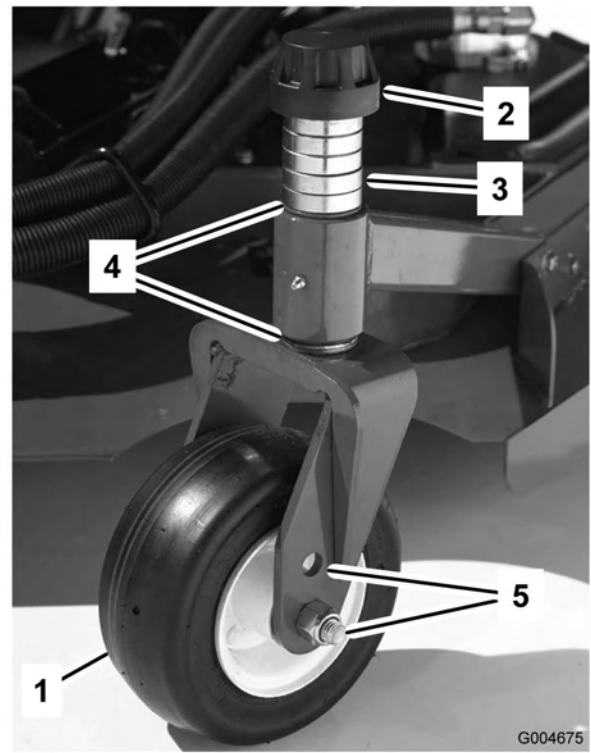
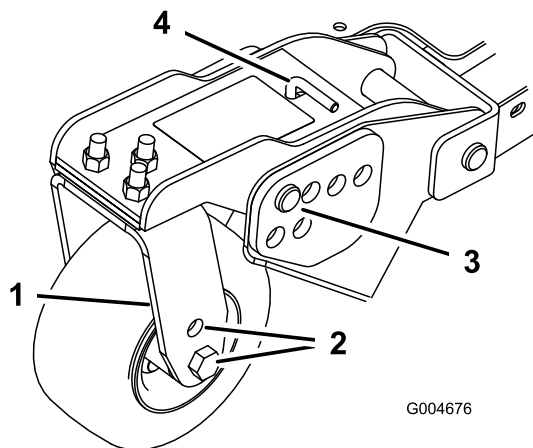
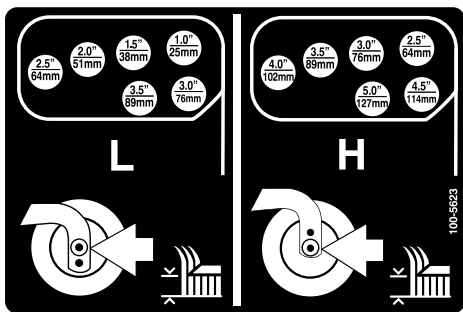

Bild 18
Bild 20
Bild 21
1. Stecken Sie die Laufradachsen in allen Gabeln in die gleichen Löcher (Bild 18 und Bild 20). Siehe die nachstehende Tabelle, um das richtige Loch für die jeweilige Einstellung festzustellen.
2. Entfernen Sie die Spannkappe von der Spindelwelle (Bild 18) und ziehen die Spindel aus dem Laufradarm heraus. Ziehen Sie zwei Beilagscheiben (3 mm) so auf die Spindelwelle, wie sie ursprünglich montiert waren. Diese Beilagscheiben sind erforderlich, um alle Mähwerke über die Breite auf ein Niveau zu bringen. Ziehen Sie die erforderliche Anzahl von 13 mm Distanzstücken (siehe die nachstehende Tabelle) auf die Spindelwelle, um die gewünschte Schnitthöhe herbeizuführen; ziehen Sie dann die Scheibe auf die Welle auf.
4. Entfernen Sie den Splint und den Lastösenbolzen von den Laufradgelenkarmen (Bild 20).
im Mähwerkrahmen ausgerichtet sind (Bild 20 und Bild 21).